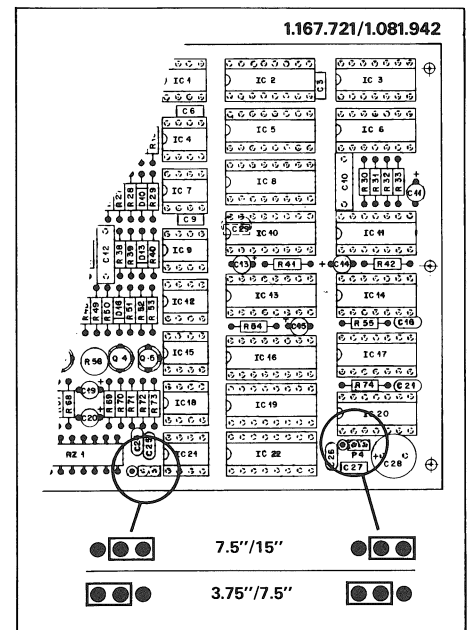

Fig. 4.1
1. Brückenstecker gemäss Fig. 4.1 positionieren.
- 1 Position bridge connector according to Fig. 4.1